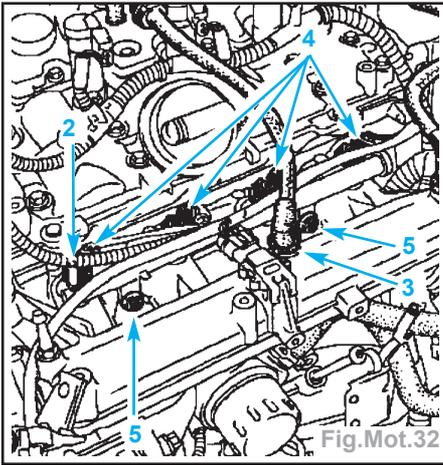

Fig.Mot.32
- Débrancher (Fig.Mot.32) :
- le raccord d'arrivée de carburant (2) de la rampe d'injection,
- le raccord de réaspiration des vapeurs d'huile (3),
- les connecteurs des injecteurs (4).
- les vis de fixation de la rampe (5),